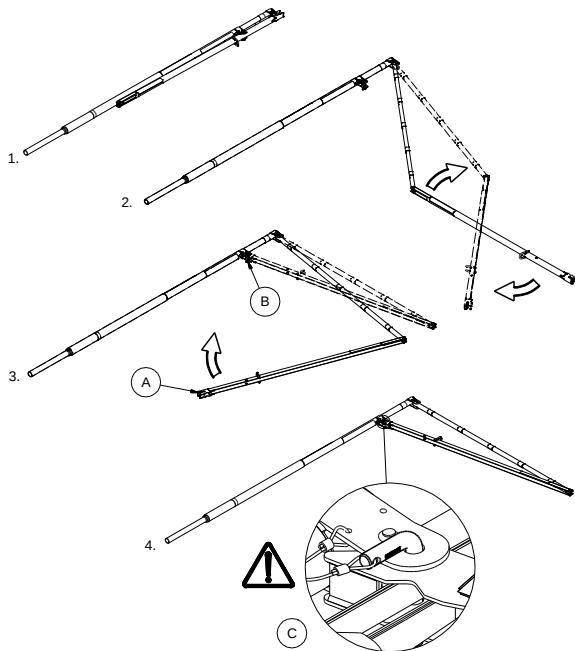

Bild 27. Monteringsprocess av SkyReach Förankringsenhet på marken.
1. Montera SkyReach Förankringsenhet från ihopfälld till utfälld position i fyra enkla steg, se Bild 27.